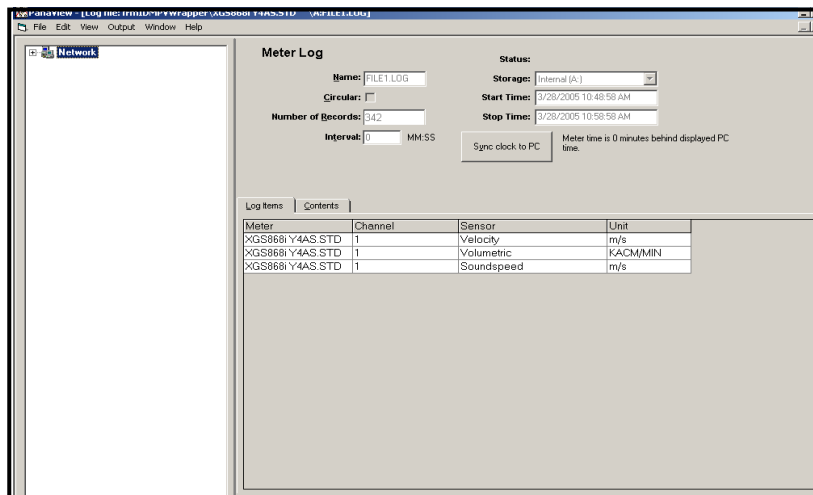

Figure 20: Fenêtre de données pour un journal de compteur individuel
2. Double-cliquez sur le journal souhaité. Une fenêtre s'ouvre pour le journal individuel, comme illustré à la Figure 20.
- Cliquez sur l'onglet *Log Items* (voir Figure 20) pour obtenir une liste des paramètres spécifiés pour la journalisation.